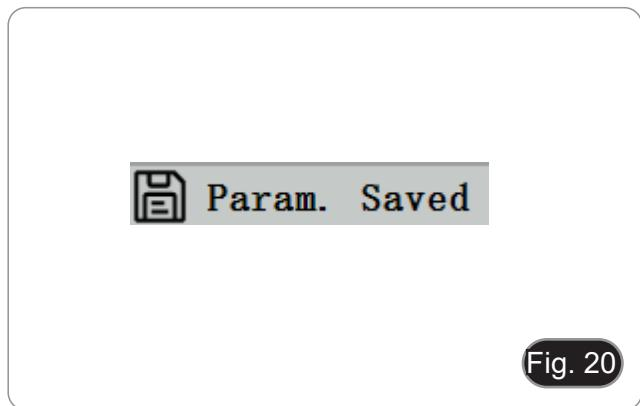

Fig. 20
3. Nell'angolo superiore sinistro dello schermo appare "Param. saved". (Fig. 20)